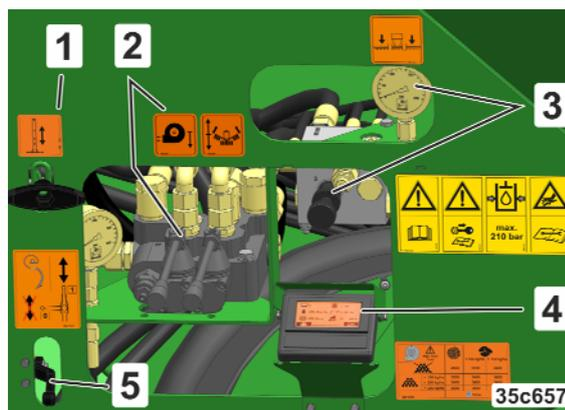

Fig. 38
- câble de traction des béquilles (Fig. 38/1),
- éléments de commande du circuit hydraulique de bord (Fig. 38/2),
- élément de commande du réglage de la pression des tronçons (Fig. 38/3),
- en association avec le TwinTerminal ISO-BUS (Fig. 38/4),
- éléments de commande de repliage des effaceurs de traces (Fig. 38/5).